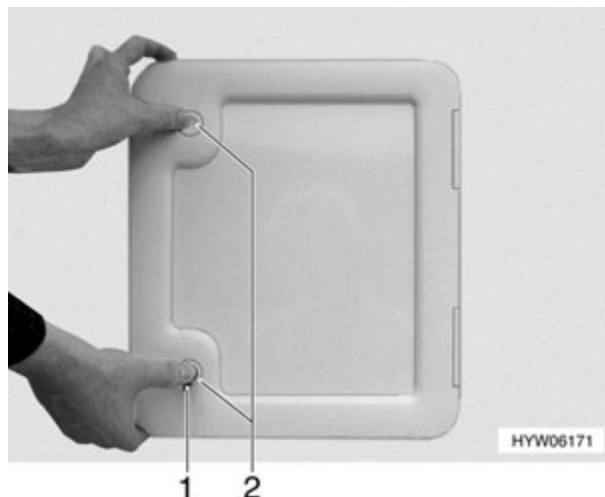

Fig. 143 Apertura de la trampilla de evacuación Thetford
- Abrir el cierre a presión (Fig. 143,1) con la llave.
- Pulsar simultáneamente las dos cerraduras de presión (Fig. 143,2) y abrir la trampilla de evacuación Thetford.